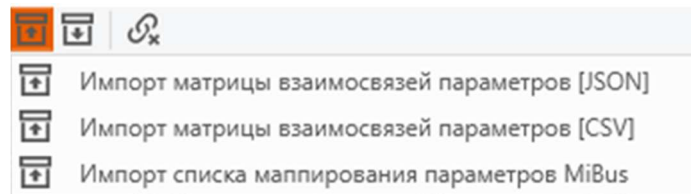

Рис. 9
-  Импортировать (Рис. 9),
Для загрузки соответствующего файла предусмотрены соответствующие элементы интерфейса (Рис. 9).